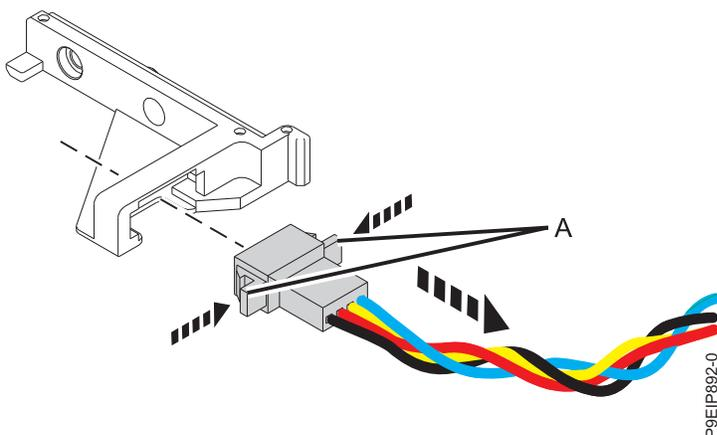

図 36. ファン・ブラケットからのファン・ケーブルの取り外し
6. タブを (A) でつまんでファン・ケーブルをブラケットから切り離し、次に、ファン・ケーブルをブラケットから取り外します。図 36.